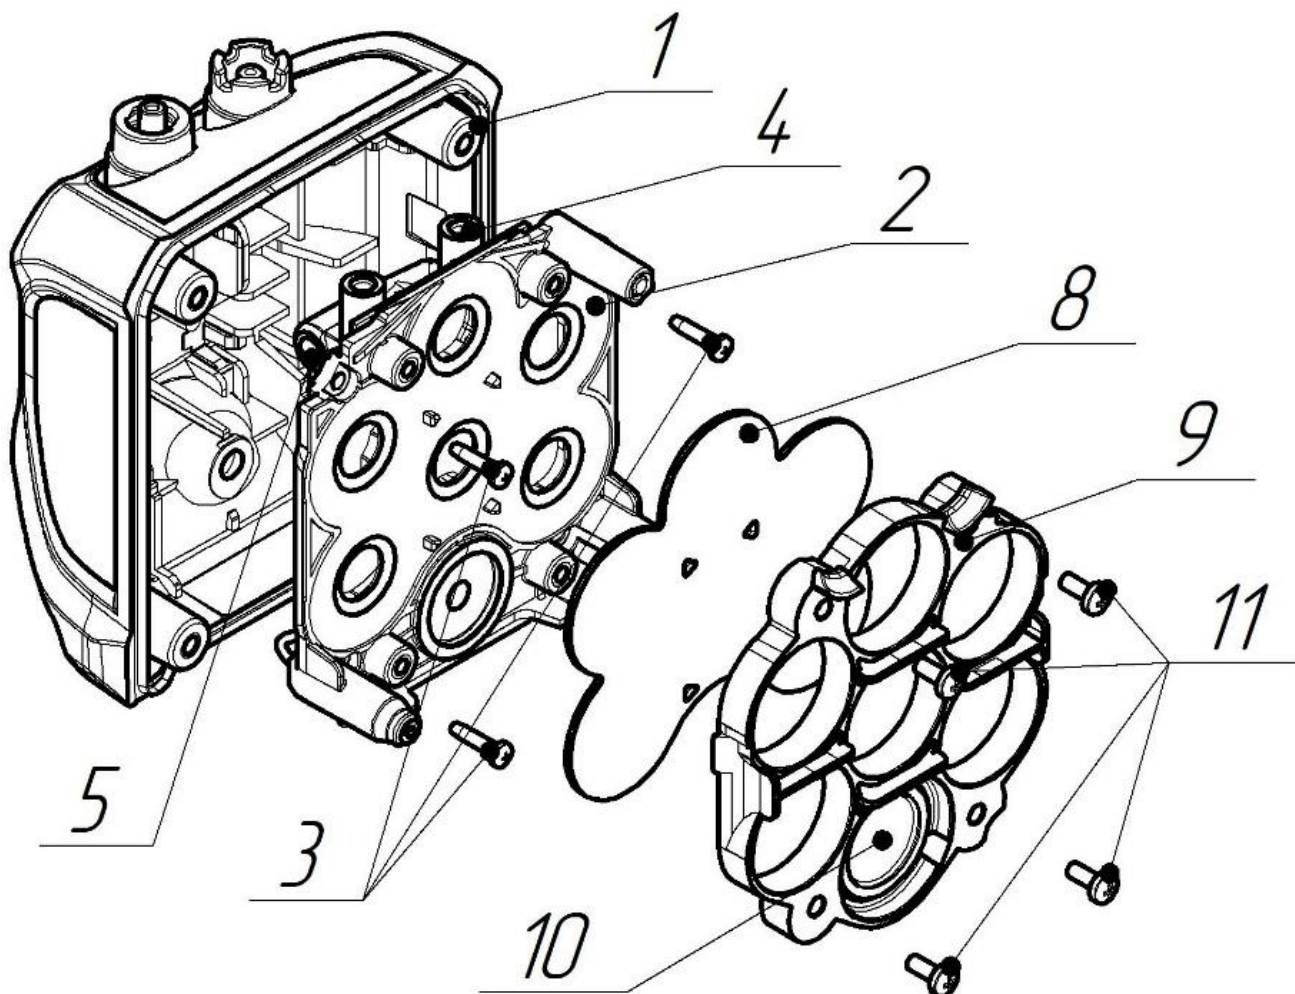

Рисунок 17 – Внешний вид насосного модуля в разобранном состоянии при доступе во внутреннюю часть насосного модуля
- 5) далее открутить 4 винта, удерживающих держатель фильтра (позиция 9) и убрать его вместе с фильтром (позиция 8) (рисунок 17);
- 6) открутить 4 самореза (позиция 3) (рисунок 17);